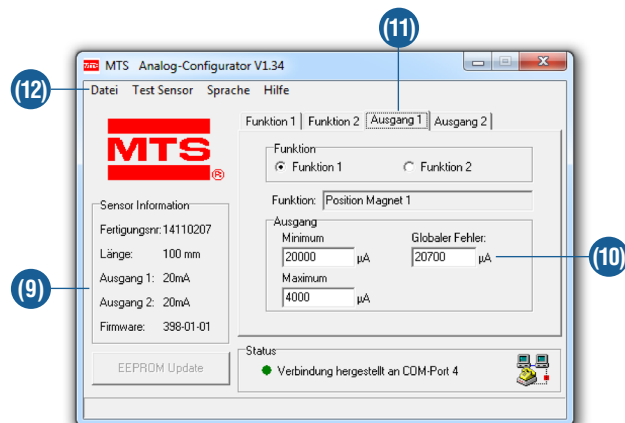

Abb. 28: Dialogfeld mit Registerkarten
- (8) Über die Registerkarte **Ausgang 1** werden den Sensorfunktionen Positions- oder Geschwindigkeitsmessung die entsprechenden analogen Ausgangssignale zugeordnet (Abb. 28).
- (9) Dabei gibt das Feld **Ausgang Minimum** den Strom- oder Spannungswert an, der am Startpunkt der gewählten Funktion ausgegeben werden soll. Der zum Endpunkt gehörende Ausgangswert ist im Feld **Ausgang Maximum** einzutragen (Abb. 28).
- (10) Ist kein Positionsmagnet vorhanden oder befindet sich dieser in der inaktiven Zone am Stabende des Sensors, also ausserhalb des Messbereichs, so wird ein **Globaler Fehler** ausgegeben. Der Fehlerwert kann innerhalb von **-0,7...20,7 mA bzw. -0,4...10,4 VDC** eingestellt werden.
- (11) Die Registerkarten **Funktion 2**, **Ausgang 2** sowie der funktionelle Bezug zum 2. Magneten im Feld **Quelle** (Abb. 28), sind nur für Sensoren mit zwei Analogausgängen.